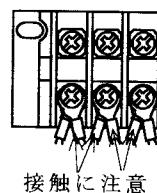

図3-37 2本の配線
④ 圧着端子の筒部が端子台にあたり背合わせに取りつけられない場合は、図3-37のように取りつける。